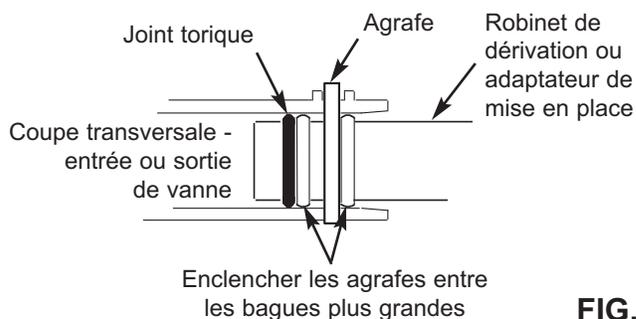

FIG. 8
- Enclenchez les deux grandes agrafes en plastique sur les orifices d'entrée et de sortie, de haut en bas (cf. Figure 8). Vérifiez qu'elles s'enclenchent. Tirez le robinet de dérivation ou les adaptateurs pour vérifier qu'ils sont bien fixés.